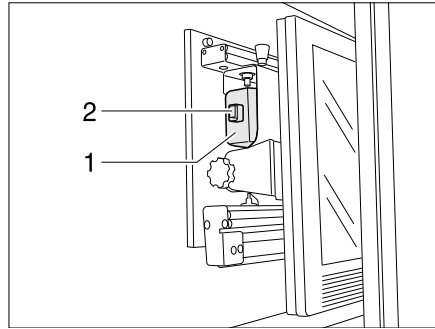

Bild 9 Fernseher (Flachbildschirm)
- Fernsehgerät in Ausgangsstellung (Bild 9) drehen und ggf. einrasten lassen.
- Halterung für den Flachbildschirm am Griffstück (Bild 9,1) nach hinten schieben. Der Riegel (Bild 9,2) schnappt ein.